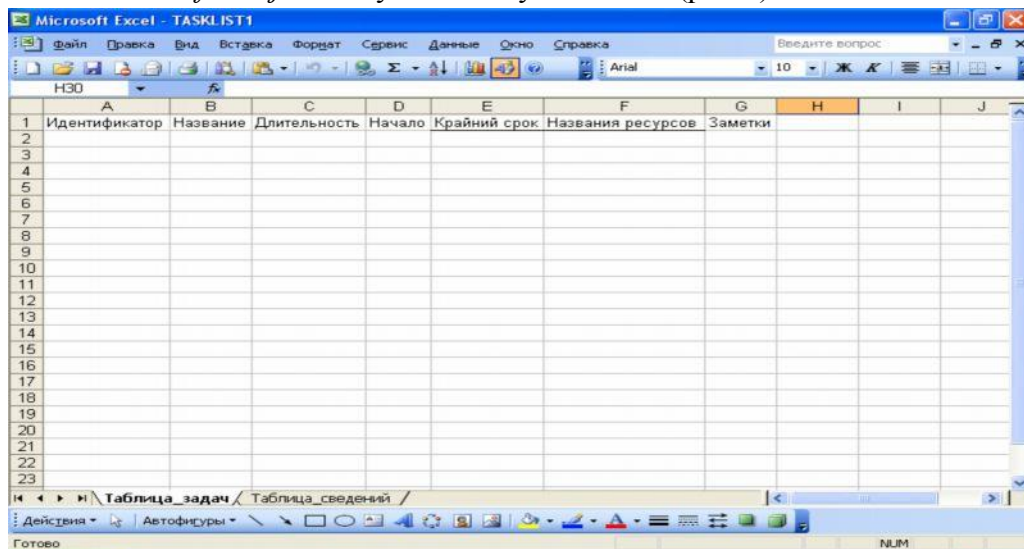

Рис.8. Шаблон импорта списка задач Microsoft Project.
- *Обозначение вех* - внесение ключевых задач. Далее в расписание вносятся задачи, необходимые для выполнения ранее внесенных задач. Для добавления задачи в столбец *Название задачи* вводится название задачи. В дальнейшем название и другие свойства задачи можно редактировать двойным нажатием на любом столбце табличной части диаграммы Ганта. Данные о задачах также могут быть импортированы из программного продукта MS Excel. Для этого необходимо, чтобы поля таблиц MS Excel полностью соответствовали полям диаграммы Ганта. Поэтому сначала создаем на основе *Шаблона импорта списка задач Microsoft Project* новую таблицу MS Excel (рис.8).